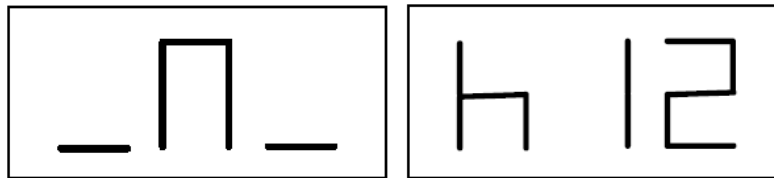

Рис. 5.3 - Сообщение "Клапан(ниппель) в положении 12:00"
7. В конце цикла, будет отображаться сообщение, как на рис. 5.3. Возможны два варианта: